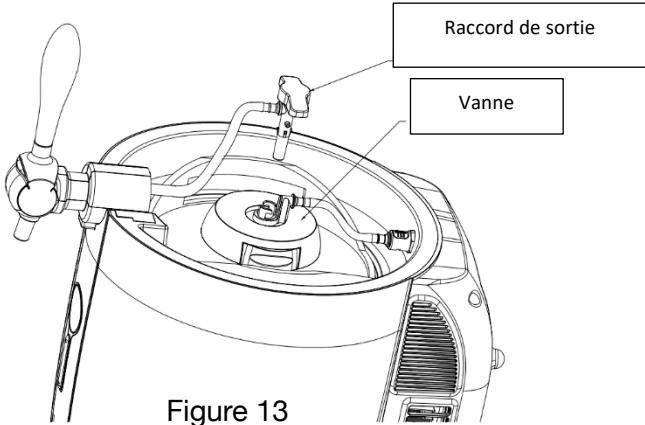

Figure 13
2. Appuyez sur le raccord rapide à l'extrémité du tuyau de bière sur le mécanisme du robinet, tournez en même temps le raccord dans le sens inverse des aiguilles d'une montre pour le dégager du dispositif de vanne, puis retirez le raccord (comme illustré sur la figure 13)